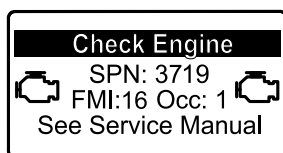

Рисунок 35
- Если требуется регенерация с парковкой, инфо-центр отображает предупреждение по двигателю SPN 3719, FMI 16 (Рисунок 35) и компьютер двигателя снижает его мощность до 85%.